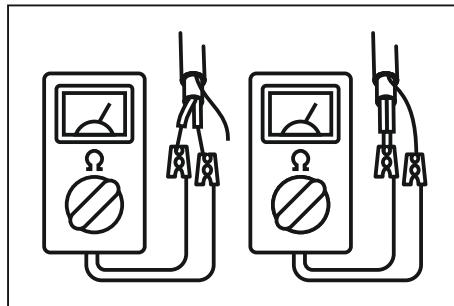

Рис. 1 – Измерение сопротивления нагревательных жил и изоляции
- Измерить сопротивление нагревательных жил и изоляции (рис.1). Сопротивление нагревательных жил должно соответствовать данным в таблице 2. Сопротивление изоляции не должно превышать 1 МОм при напряжении 2500 В.
6. После раскладки мата измерить сопротивление нагревательных жил и изоляции (рис.1).
10. Измерить сопротивление нагревательных жил и изоляции после установки напольного покрытия (рис.1).